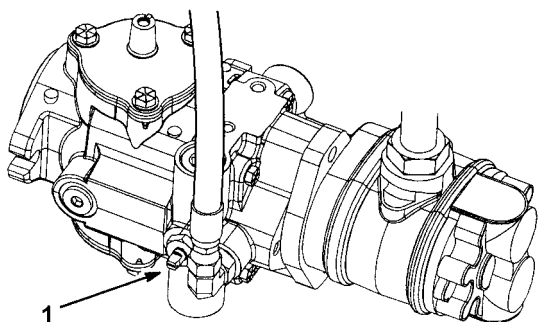

図 32
1. 油圧ポンプについているバイパスバルブ（図32）の溝が「縦」になるようにバルブを回転させる。
2. エンジンを始動する時には、必ずバイパスバルブ（図32）を閉じてください（溝が横向きになる）。バルブを開けたままでエンジンを掛けしないで下さい。